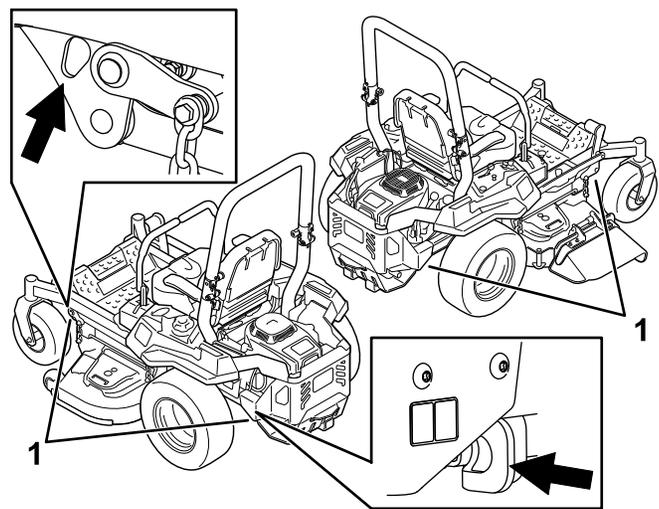

Figura 37
6. Ancorate la macchina accanto alle ruote orientabili anteriori e al paraurti posteriore con cinghie, catene, cavi o corde (Figura 37). Fate riferimento ai regolamenti locali per i requisiti di ancoraggio.